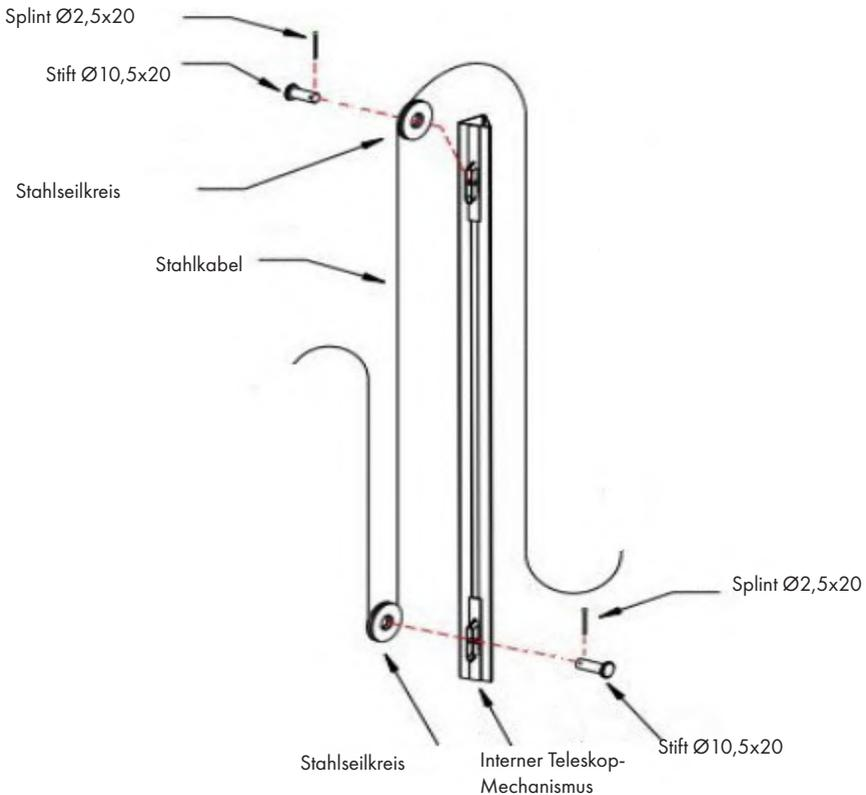

Abbildung 16
- Führen Sie das Kabel weiter in den internen Teleskopmechanismus ein (der in einem früheren Schritt entfernt wurde). Führen Sie das Kabel in diese Mechanismen ein und setzen Sie den Stahlseilring so ein, dass das Kabel durch seinen Radius läuft. Zum Schluss werden die Verbindungen mit dem Bolzen Ø10,5x20 und dem Splint Ø2,5x20 hergestellt, wie in Abb.16 gezeigt.